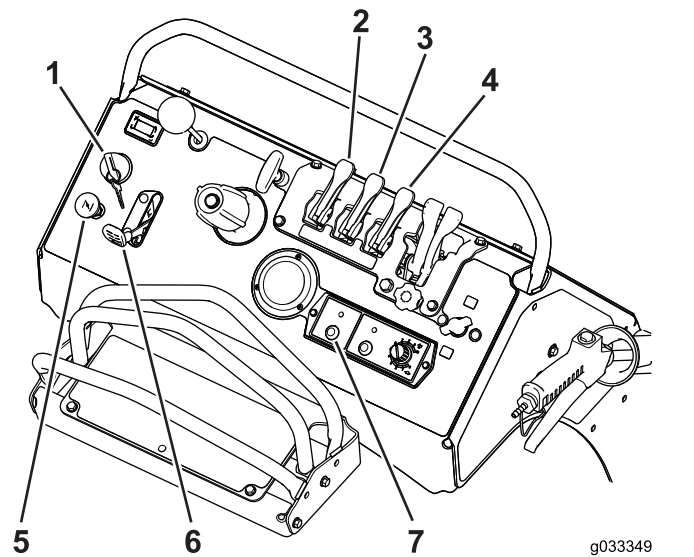

Figure 50
- Serrez le frein de stationnement, amenez le levier de commande de direction/déplacement à la position POINT MORT et démarrez le moteur (Figure 50); voir Démarrage du moteur \(page 24\).
- Placez la commande de pompe à la position MARCHE et réglez la commande d'accélérateur à la position HAUT RÉGIME (Figure 50).
- Placez le levier d'agitation de la cuve en position MARCHE (Figure 50).
- Tirez en arrière les leviers de pulvérisation étroite et large à la position MARCHE (Figure 50). Les buses vont alors commencer à pulvériser.
6. Déplacez les leviers de pulvérisation vers l'avant à la position ARRÊT, amenez la commande de pompe à la position d'ARRÊT et coupez le moteur (Figure 50).